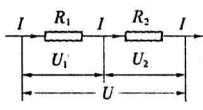

图 1-6 电阻的串联
**串联电阻公式的推导** 串联电路中电流处处相等,总电压等于各部分电路两端的电压之和。即在图 1-6 中,有